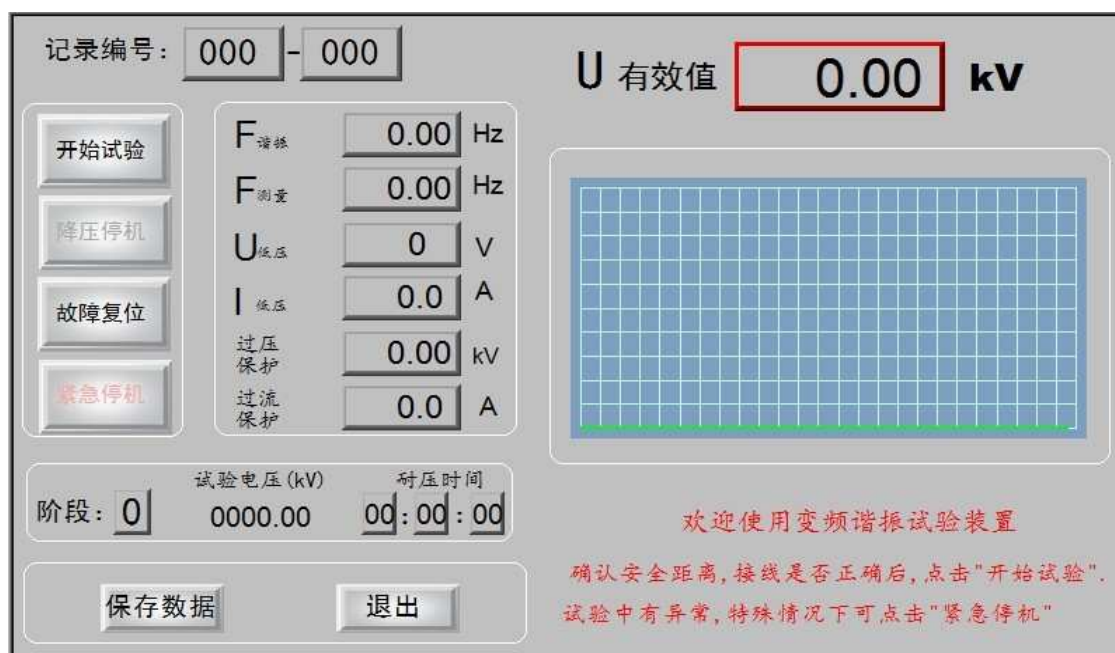

图 6
- **自动试验:** 当“参数配置”设置完时, 点击“自动试验”入 “自动试验” 界面, 显示界面如图 6 所示。